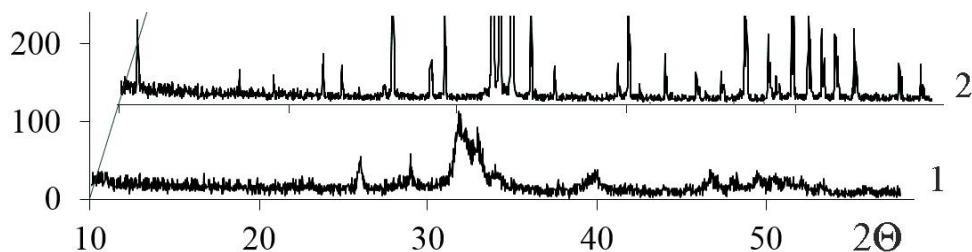

Рис. 5 Рентгеновские дифрактограммы образцов керамики гидроксиапатита
5. По представленным на рис. 5 рентгеновским дифрактограммам ($\lambda_{K1}=0,154$ нм) образцов № 1 и 2 керамики гидроксиапатита (структурная формула $\text{Ca}_{10}(\text{PO}_4)_6(\text{OH})_2$) сделайте обоснованный вывод, какой из образцов исходный и какую степень дисперсности имеет в нем кристаллическая фаза, а какой был подвергнут длительному термическому отжигу при температуре, превышающей 0,4 от температуры плавления.